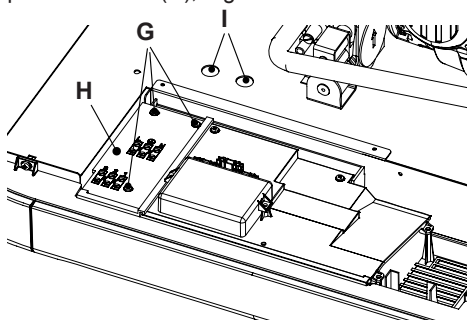

Figura 5.20
Svitare le viti (G) e rimuovere il coperchio coperchio morsetteria (H), Figura 5.20.